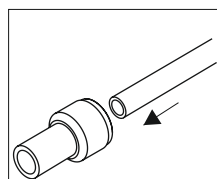

Рис. 4
- 1) Маркучът да се вкара в бързата връзка (*правилна дълбочина - 1,5см.*) (рис. 4).